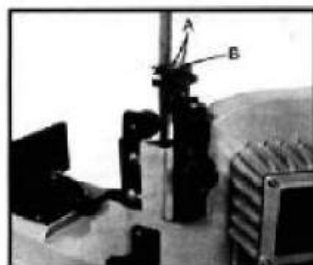

Fig.1
3. Ta bort två skruvar (A.Fig. 1) och deflektorplattan (B).